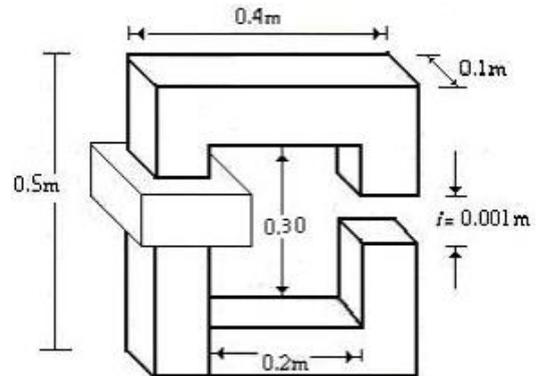

Fig. 3
4.-En el *entrehierro* del circuito magnético de la Fig. 3 se necesita un *flujo útil* de 10 mWb . Determinar la fmm *necesaria* suponiendo la construcción con chapa de *silicio-acero*. Considerar 5 % de *flujo disperso* en el entrehierro y *factor de laminado* 0,85.-